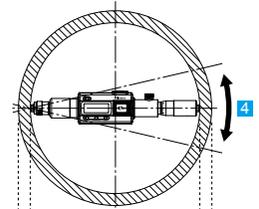

Figura 1. Vista superior
- 4 Muévelo en la dirección de la flecha en la Figura 1, dentro de una sección transversal perpendicular al eje para determinar el punto más alto (consulte la Figura 1).